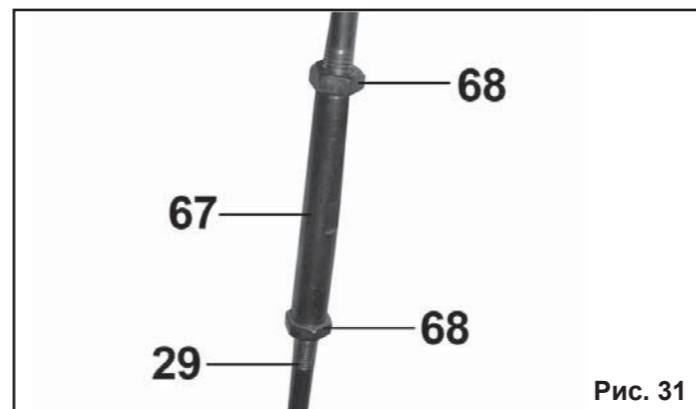

Рис. 31
9.9. Регулировка тяги рычага переключения передач (Рис.31).